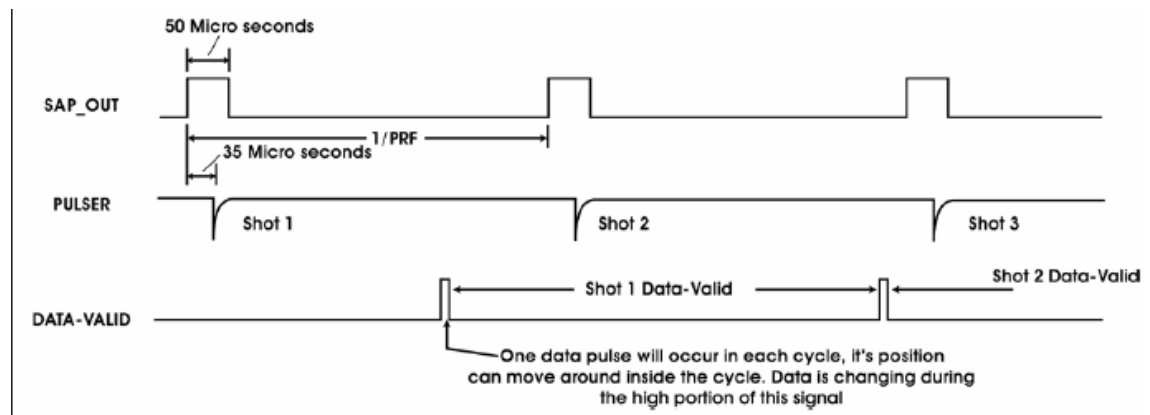

Figura 7-2 Señales de salida
5. Información Válida (Data Valid) – Esta señal es generada una vez por ciclo. Durante la parte más alta de la señal las salidas TTL y análogas están siendo actualizadas y no son válidas. La caída del borde de esta señal o un nivel bajo en la señal indica que los datos son validos y estables. (Ver Figura 7-2).
8. SAP Out – Este pin envía pulsos largos de 50 microsegundos el comienzo de cada ciclo. El pulsador se activa 35 microsegundos después del levantamiento del borde de la señal. (Ver figura 7-2).